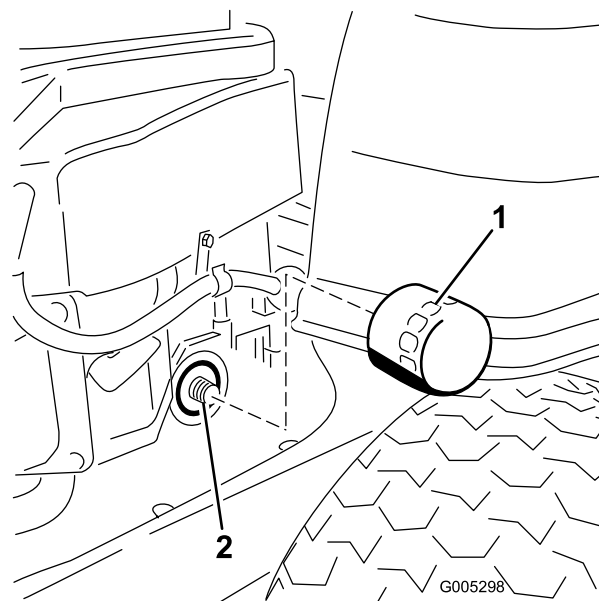

Figure 30
- Trouvez l'emplacement du filtre à huile du côté droit du moteur. Déposez le filtre à huile usagé et essuyez l'adaptateur du filtre à l'aide d'un chiffon (Figure 30).
- Posez le filtre à huile de rechange sur l'adaptateur. Tournez le filtre dans le sens horaire jusqu'à ce que le joint soit en appui contre le socle, puis donnez de 3/4 à 1 tour supplémentaire (Figure 30). Essayez l'excédent d'huile sur le châssis.